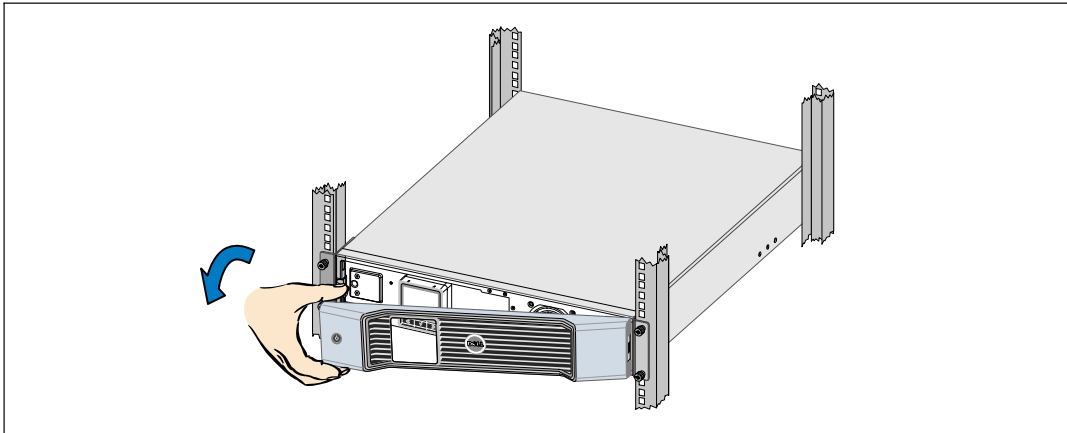

Figure 34. Retrait du couvercle avant de l'onduleur
- 3 Retirez le couvercle avant de l'onduleur (voir Figure 34).